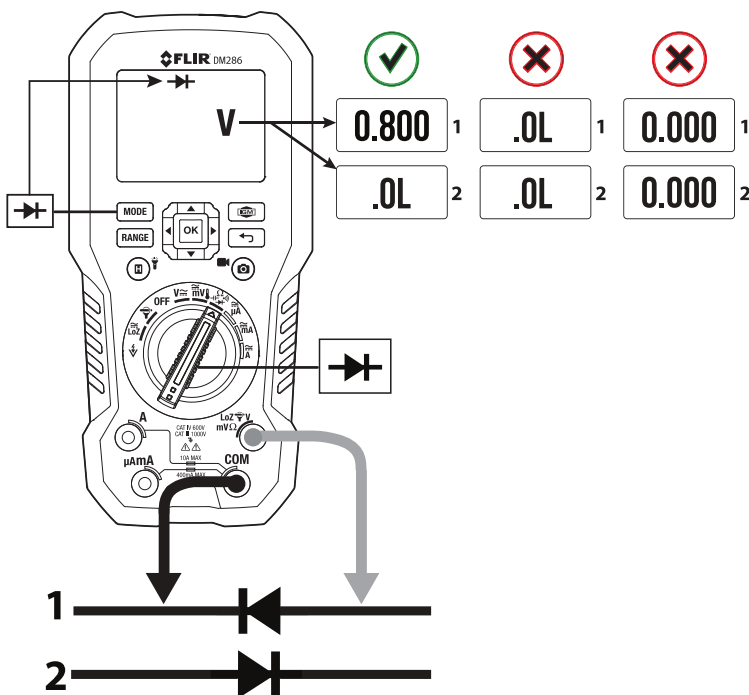

Fig. 9.6 Prueba de diodos
3. Como se muestra en la **Fig. 9.6**, toque las puntas de los cables de prueba a través del diodo en una dirección (1) y anote la lectura de voltaje. Toque las puntas de los cables de prueba a través del diodo en la dirección opuesta (2) y observe esa lectura.
4. Para determinar si el diodo está en buen estado o en mal estado, utilice las combinaciones de lectura de voltaje que se muestran en la **Fig. 9.6** como guía.